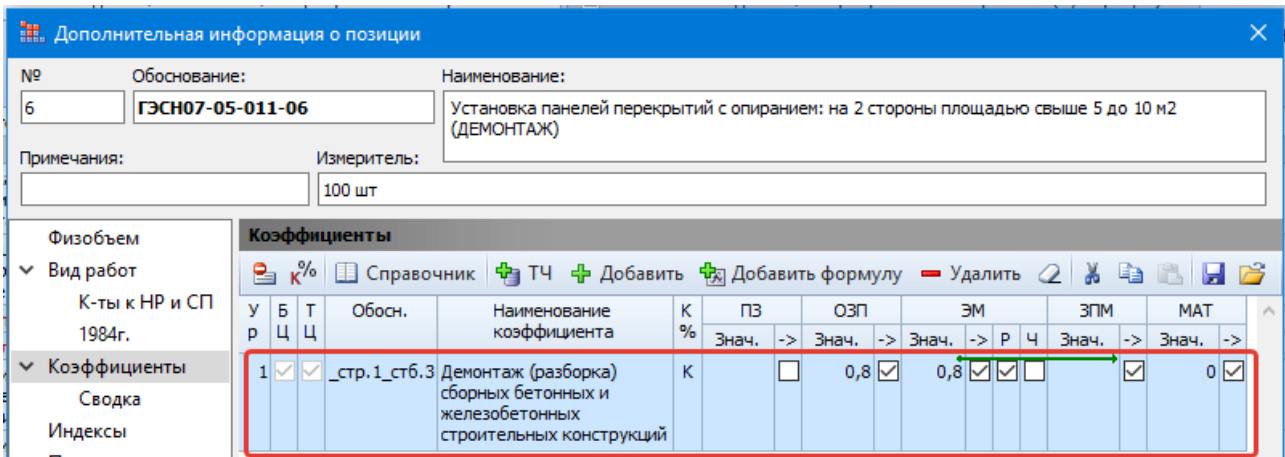

Рисунок 7.11. Коэффициент на демонтаж
- Отпустите левую кнопку мыши, коэффициент добавится к начислению (рис. 7.11). Нажмите кнопку ОК.
На данном примере (см. рис. 7.11) можно увидеть суть применения коэффициента на демонтаж: на оплату труда и на эксплуатацию машин применяется понижающий коэффициент 0,8, стоимость материалов «обнуляется».